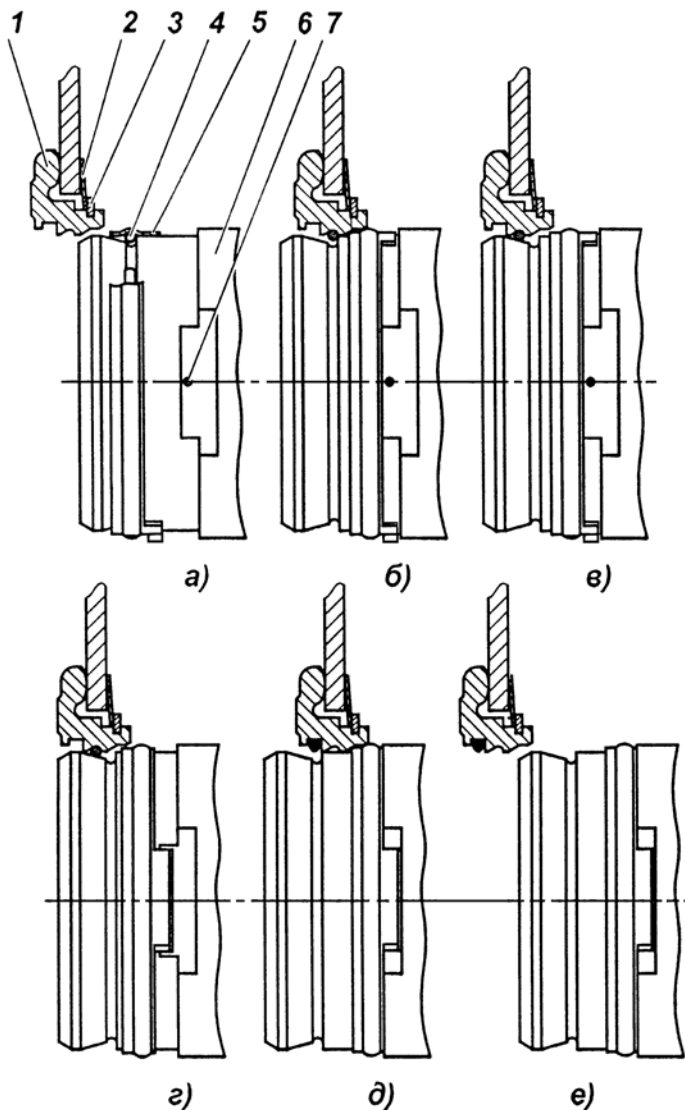

Рис.6. Основные положения запорного устройства:
Конструкция запорного устройства механизма выключения сцепления требует выполнения особых правил установки коробки передач на двигатель. Основные положения запорного устройства показаны на рис. 6.
4. Переместить муфту выключения сцепления к упорному кольцу до упора, для чего с помощью технологического рычага повернуть вал вилки выключения сцепления против часовой стрелки. Пружинное кольцо при этом попадает в фасонную канавку упорного кольца (положение "б", рис. 6).
4. Совместить полукруглый паз на муфте выключения сцепления в передней ее части с выступающим усом предохранительного кольца 6 рис.6 и, утопив его каким-либо предметом, удерживать в утопленном положении через центральное отверстие муфты выключения сцепления.